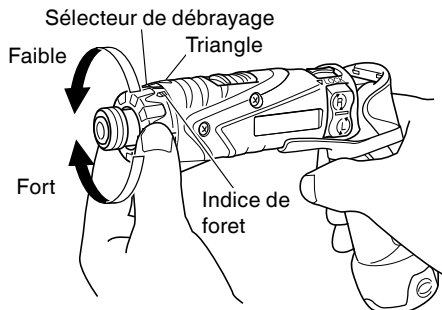

Fig. 9
6. Vérification de la position du sélecteur de débrayage (Voir Fig. 9).
- (2) Indication du couple de serrage (Voir la Fig. 9)
- (3) Réglage du couple de serrage (Voir Fig. 9)